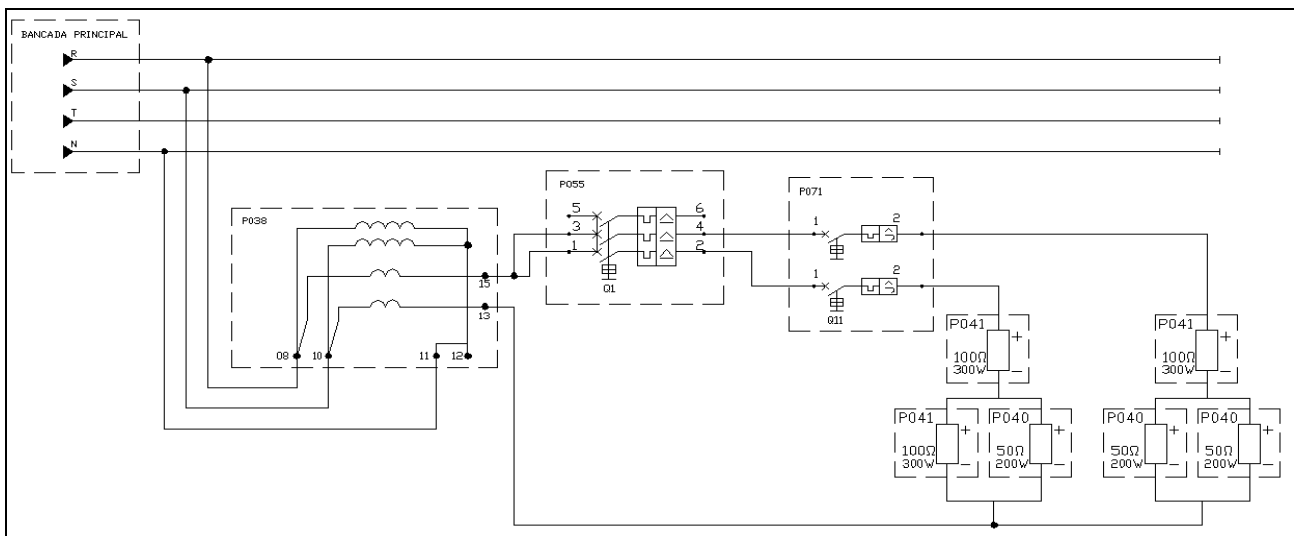

Figura 3 – Circuito para situação 2.
5.3. Monte o circuito da **Figura 3** a seguir: